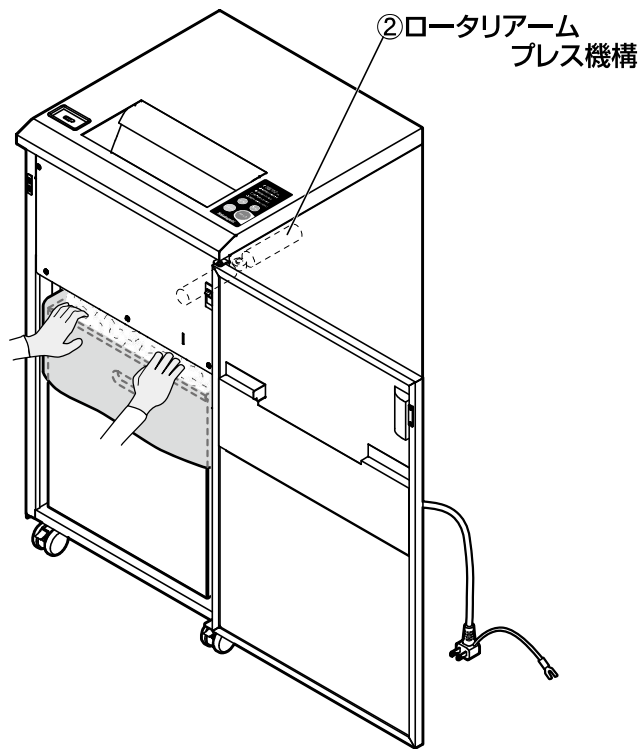

図8 細断紙片の押し下げ
1. 扉⑧を開けて電源スイッチ①の下側を押して電源を切ってください。
2. チップボックス⑬上部の細断紙片を、手で押し下げてください。 **図8 参照**
3. チップボックス⑬を引き出し、細断紙片を処理してください。 **P12『細断紙片の処理方法』参照**
4. 電源スイッチ①の上側を押して電源を入れて、扉⑧を閉めてください。